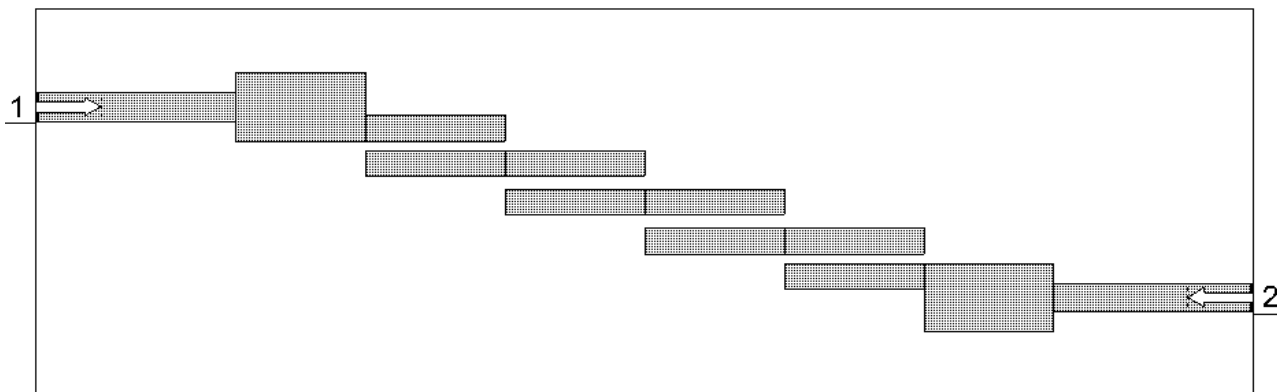

Рис. 4.55
10. Аналогично установите порт на выходе фильтра, сдвинув его референсную плоскость на 1 мм влево. Созданная электромагнитная структура должна выглядеть, как показано на рис. 4.55.